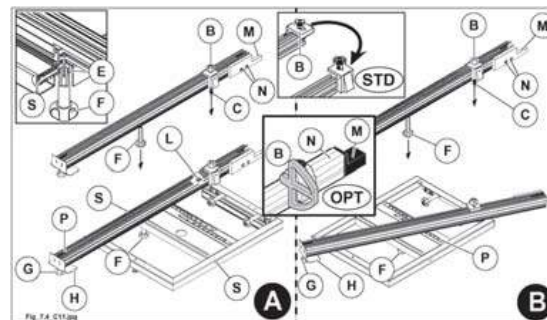

Fig. 7.4
- Posizionare la riga telescopica in modo da mandare il perno (C fig. 7.4) in battuta contro il lardone (L fig. 7.4); il lardone (L fig. 7.4) è registrato dai nostri tecnici, e serve per posizionare velocemente la riga telescopica alla giusta distanza dalla lama sega (solo nella posizione a 90°).
- Posizionare la riga telescopica in modo da mandare il perno (E fig. 7.4) in battuta sul dispositivo (S fig. 7.4).
- Serrare il pomello (F fig. 7.4).
- Per l'uso posizionare le battute (B fig. 7.4) facendo riferimento alla riga metrica (P fig. 7.4).
- Per l'uso posizionare la riga facendo riferimento alla targhetta (P fig. 7.4).
La riga è dotata di una estensione estraibile a canocchiale (H fig. 7.4) la quale se necessita si può allungare dopo aver allentato il pomello (G fig. 7.4).
STD Quando il paraschegge (M fig. 7.4) si usura, avvicinarlo alla lama sega allentando le due viti (N fig. 7.4). La riga telescopica viene fornita con le battute (B fig. 7.4). Queste si possono velocemente posizionare, per lavorazioni in appoggio o in spinta, sfilandole dalla riga per rimontarle dal lato opposto della stessa.
OPT Quando il paraschegge (M fig. 7.4) si usura, avvicinarlo alla lama sega allentando il grano (N fig. 7.4). La riga telescopica viene fornita con le battute (B fig. 7.4). Queste si possono velocemente posizionare per lavorazioni in appoggio o in spinta semplicemente ribaltandole.